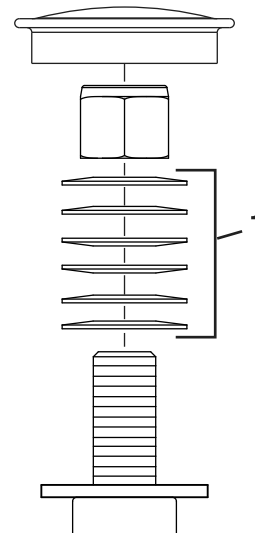

Figure 53
3. Retirez le capuchon protecteur de la roue pivotante et serrez le contre-écrou (Figure 53).
4. Continuez de serrer le contre-écrou jusqu'à ce que les rondelles élastiques soient aplaties, puis desserrez-le d'un quart de tour pour obtenir la précharge correcte des roulements (Figure 53).
Important: Veillez à placer les rondelles élastiques comme montré à la Figure 53.
5. Remettez le capuchon protecteur en place (Figure 53).